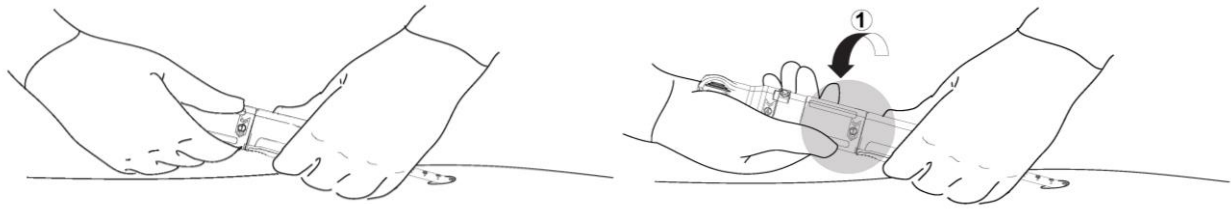

Figura 12. Paso 1 del accionamiento del dispositivo de cierre PerQseal® (Desenvaine del implante).
Tome el extremo distal del mango del dispositivo de cierre PerQseal® (el más cercano al paciente). Establezca el dispositivo en posición apoyando la mano en el paciente, figura 12.
- a. Coloque la mano en la leva de la vaina, marcada con el número «1», y rote la empuñadura 180° en el sentido indicado hasta alinear los puntos. Cerciórese de que la mano que sujeta el extremo distal del mango se permanezca invariable y que el mango se mantenga inmóvil durante la rotación, figura 12. El implante se encuentra ahora expuesto dentro de la arteria.